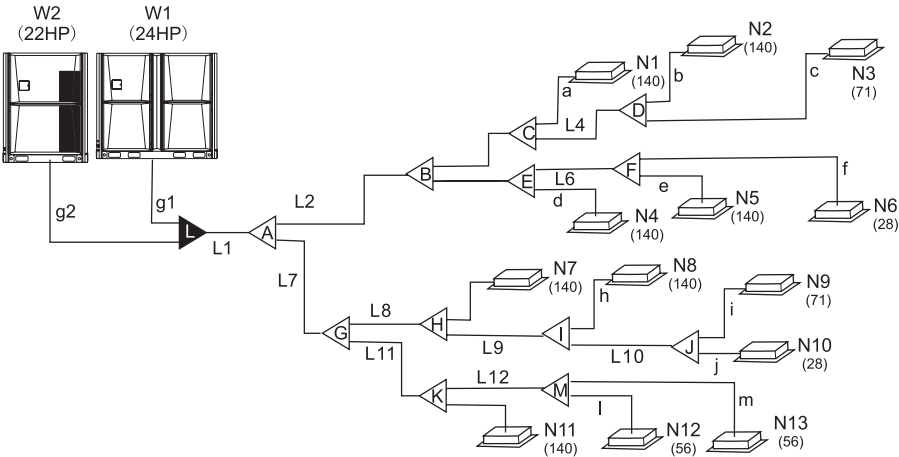

Рис. 4.2
2) Пример: производительность внутренних блоков, расположенных после L2 (см. рисунок 4.2) составляет $140 \times 4 + 28 + 71 = 659$, поэтому диаметры трубы газовой линии и жидкостной трубы L2 составляют соответственно Ø28,6 и Ø15,9.